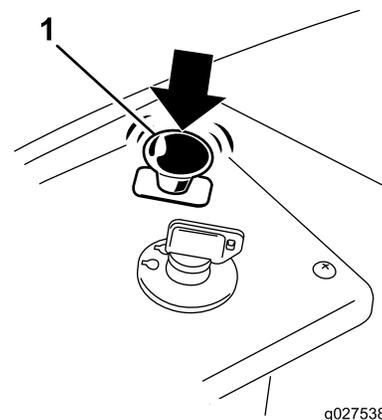

Figura 12
1. Disinserite le lame spostando il comando delle lame in posizione OFF (Figura 12).